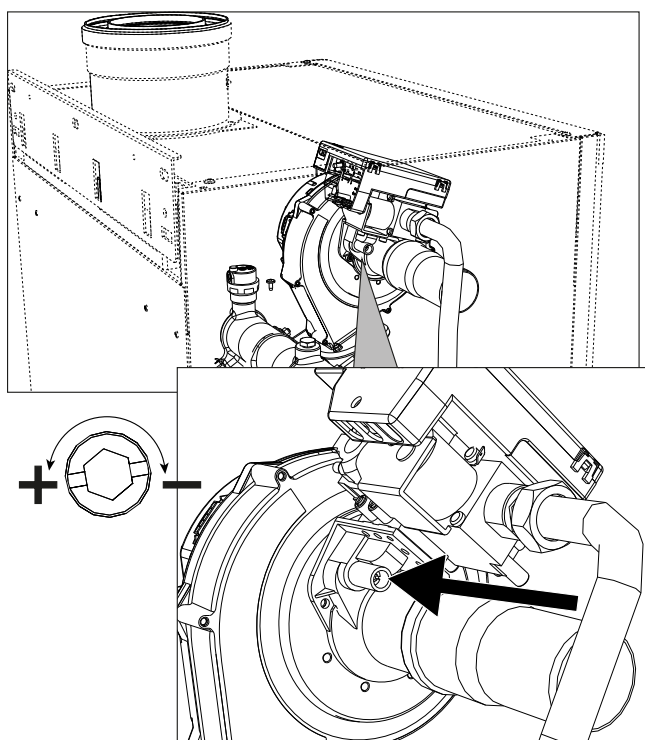
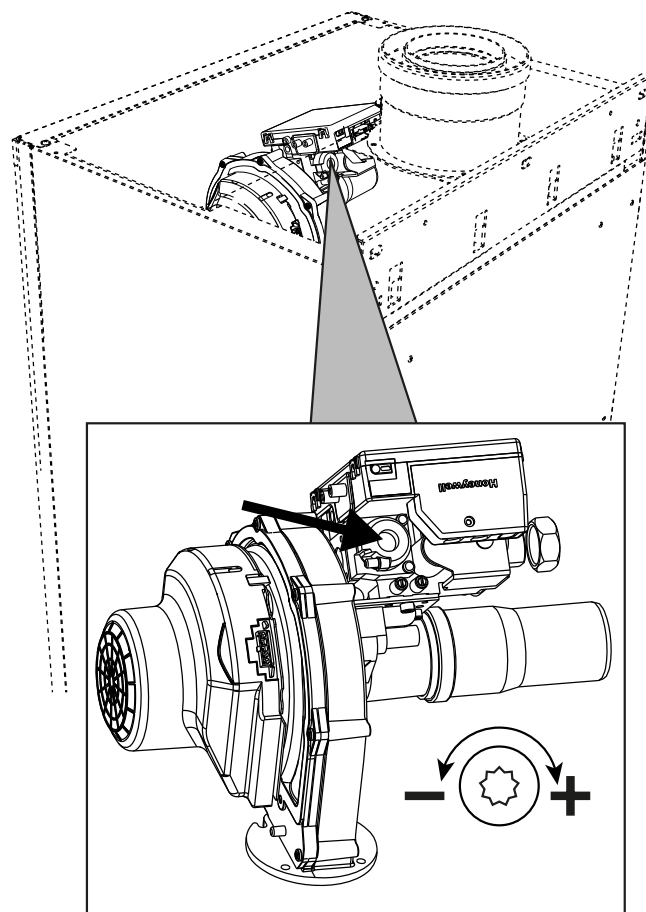
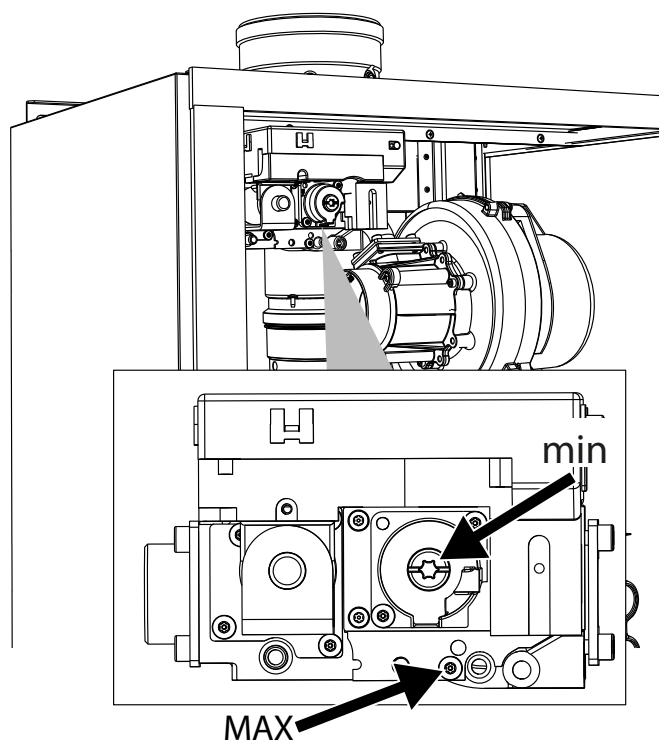

fig. 70- Réglage maximum modèles W 60 et W 80
fig. 71- Réglage minimum modèles W 60 et W 80
fig. 72- Réglage maxi et mini modèles W 99, W 120 et W 150
- En présence de valeurs différentes des valeurs attendues, régler le CO₂ à l'aide de la vis de réglage du maximum en réglant les valeurs de CO₂ indiquées. Voir **fig. 70** pour les modèles **W 60** et **W 80** ou **fig. 72** pour les modèles **W 99**, **W 120** et **W 150**.
- Si les valeurs de CO₂ sont différentes de celles indiquées, ajuster doucement la vis « OFFSET » minimum, en vérifiant que le CO₂ est correct. Voir **fig. 71** pour les modèles **W 60** et **W 80** ou **fig. 72** pour les modèles **W 99**, **W 120** et **W 150**.